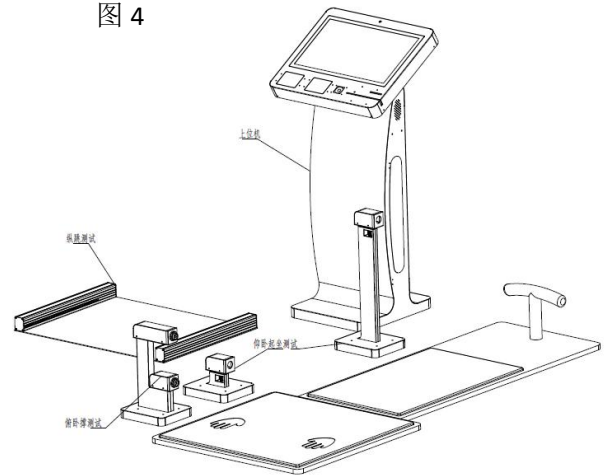

图 5
3) 纵跳、仰卧起坐、俯卧撑测试仪 (图 5)
感应器摆放大致位置见图 5。